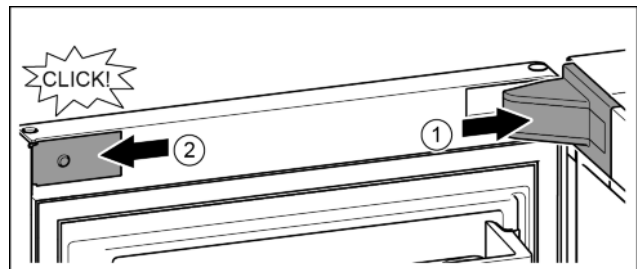

Fig. 22
- ▶ Крышку опорного кронштейна установить и зафиксировать, при необходимости, осторожно разжать. Fig. 22 (1)
- ▶ Установить сбоку накладку и зафиксировать. Fig. 22 (2)